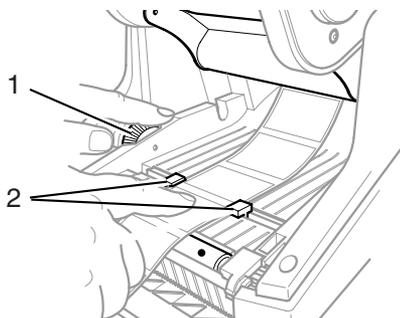

Рисунок 17, Направляющие для выравнивания
5. Протяните материал под модулем печати, под направляющими (**Рисунок 17, 2**) и вперед через паз в панели управления.
6. Поверните зеленую круговую шкалу слева (**Рисунок 17, 1**), чтобы отрегулировать направляющие, чтобы они закрепили этикетки. Не затягивайте направляющие, чтобы не смять этикетки.